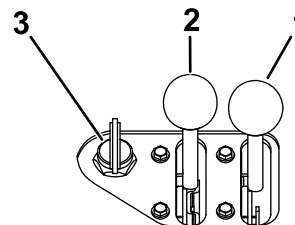

Bild 19
1. Stellen Sie den Gasbedienungshebel zwischen die Stellung LANGSAM und SCHNELL (Bild 19).
- A. Stellen Sie den Chokehebel in die EIN-Stellung (Bild 19).
- B. Drehen Sie den Schlüssel in die EIN-Stellung (Bild 19). Lassen Sie den Schlüssel los, wenn der Motor anspringt.
- C. Schieben Sie den Chokehebel langsam in die AUS-Stellung (Bild 19). Schieben Sie beim Absterben oder Aussetzen des Motors den Choke wieder nach vorne, bis der Motor warm gelaufen ist.
3. Für Kohler-Motoren: Drehen Sie den Schlüssel in die EIN-Stellung (Bild 19). Lassen Sie den Schlüssel los, wenn der Motor anspringt.
4. Schieben Sie den Gasbedienungshebel in die gewünschte Stellung (Bild 19).
2. Stellen Sie den Gasbedienungshebel in die LANGSAM-Stellung (Bild 19).